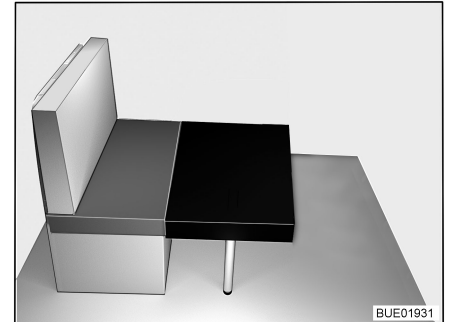

Fig. 36 Transformation (1)
- Poser le petit coussin supplémentaire devant le coussin d'assise de la banquette sur la table (voir Fig. 36).